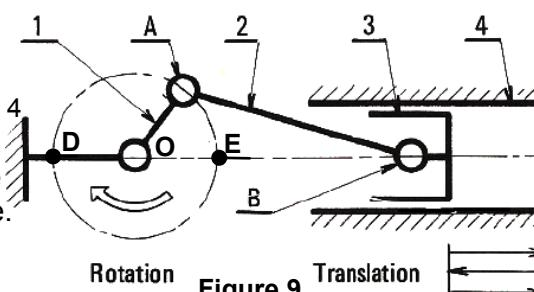

Figure 9
### 4.2- Constitution : (Figure 9)
• Déterminer graphiquement (sur la fig.9) la vitesse linéaire au point B, si  $N_A = 1500 \text{ tr/min}$  et  $OA = 40 \text{ mm}$ , par équiprojectivité avec l'échelle de vitesse  $1\text{cm} \rightarrow \pi/2 \text{ m/s}$